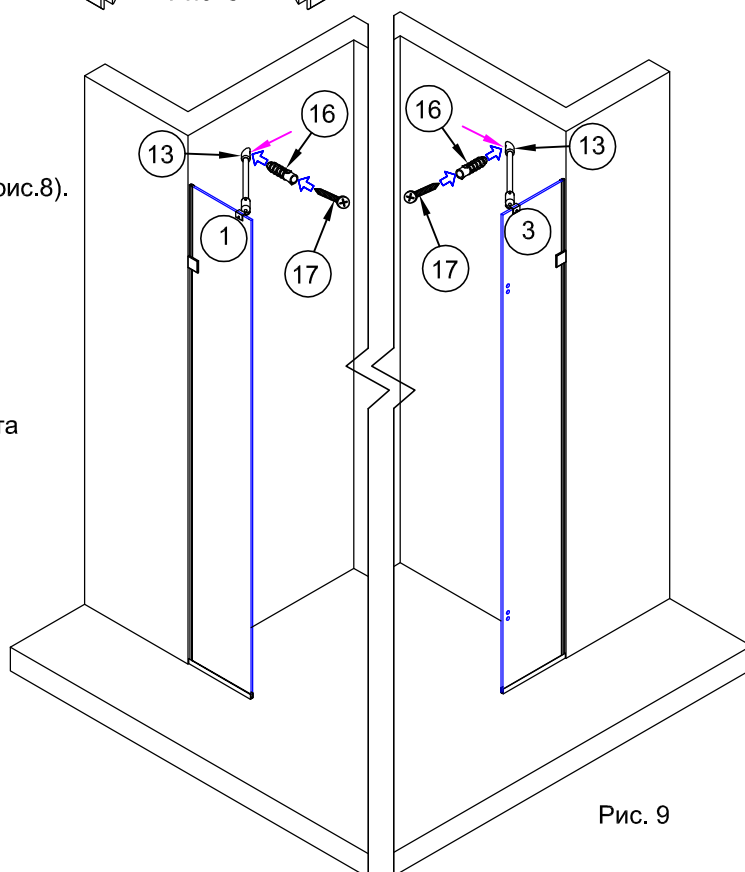

Рис. 9
3.3. Отметить через отверстие в держателях №13 места сверления отверстий под дюбели (рис.9). Убрать штанги.
Вставить в отверстия дюбель №16. При необходимости использовать молоток. (рис.9)